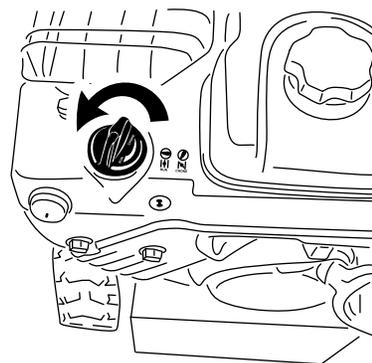

Figura 28
5. Girate lo starter in posizione Starter (Figura 28).